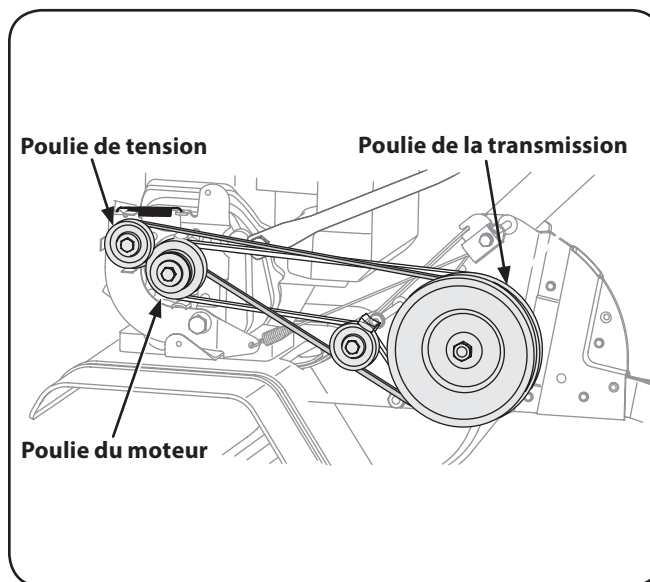

Figure 7-2
3. Enlevez la courroie de la poulie de la transmission en premier, puis de la poulie de tension. Voir Figure 7-2.
4. Pour installer la courroie neuve, suivez les instructions dans l'ordre inverse. Assurez-vous de placer le côté large de la courroie contre la poulie de la transmission et la poulie de tension. Le côté étroit doit être placé sur la poulie du moteur. Voir Figure 7-2.
NOTE : Lors du remontage, assurez-vous de faire passer la courroie sur la poulie de tension et à travers le garde-courroie près de la poulie du moteur. Voir Figure 7-2.